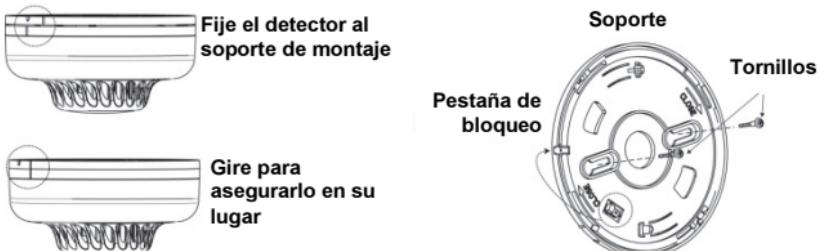

Figura 7: Instalación del detector de humo y calor
### Para instalar el detector (ver Figura 7 y 8)
2. Quite el pasador de fijación que sujetta el soporte de montaje a la unidad (ver Figura 7).
6. Fije el soporte con tornillos (incluidos), como se muestra en la Figura 7.
- 6. Alinee la ranura lateral del soporte con el detector. Presione el detector sobre el soporte de montaje y gírelo en sentido horario para fijarlo en su lugar. Inserte el pasador de fijación para asegurar el soporte al detector (ver Figura 7).